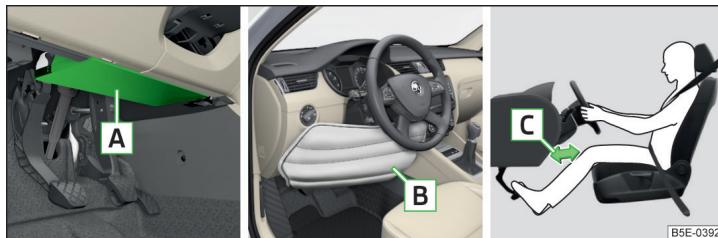

Fig. 10 Lugar de montaje del airbag / Airbag relleno de gas / distancia de las piernas hacia el tablero de instrumentos
El airbag de rodillas para el conductor [A] está colocado en la parte inferior del tablero de instrumentos, bajo la columna de dirección » fig. 10.
- Ajuste el asiento del conductor longitudinalmente de forma que la distancia de las piernas **C** hasta el tablero de instrumentos en la zona del airbag de rodillas sea al menos de 10 cm » **fig. 10**. En caso de que no sea posible cumplir esta condición debido al tamaño del cuerpo, se debe acudir a un taller especializado.